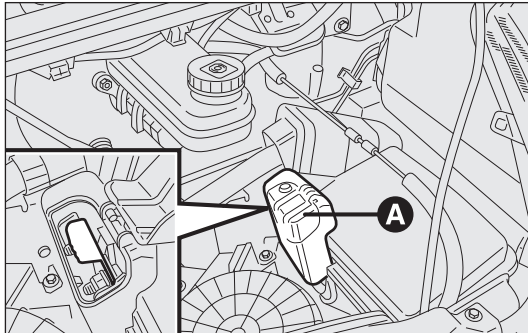

fig. 157
- ☐ soulever la trappe A pour accéder au pôle positif de la batterie fig. 157 ;